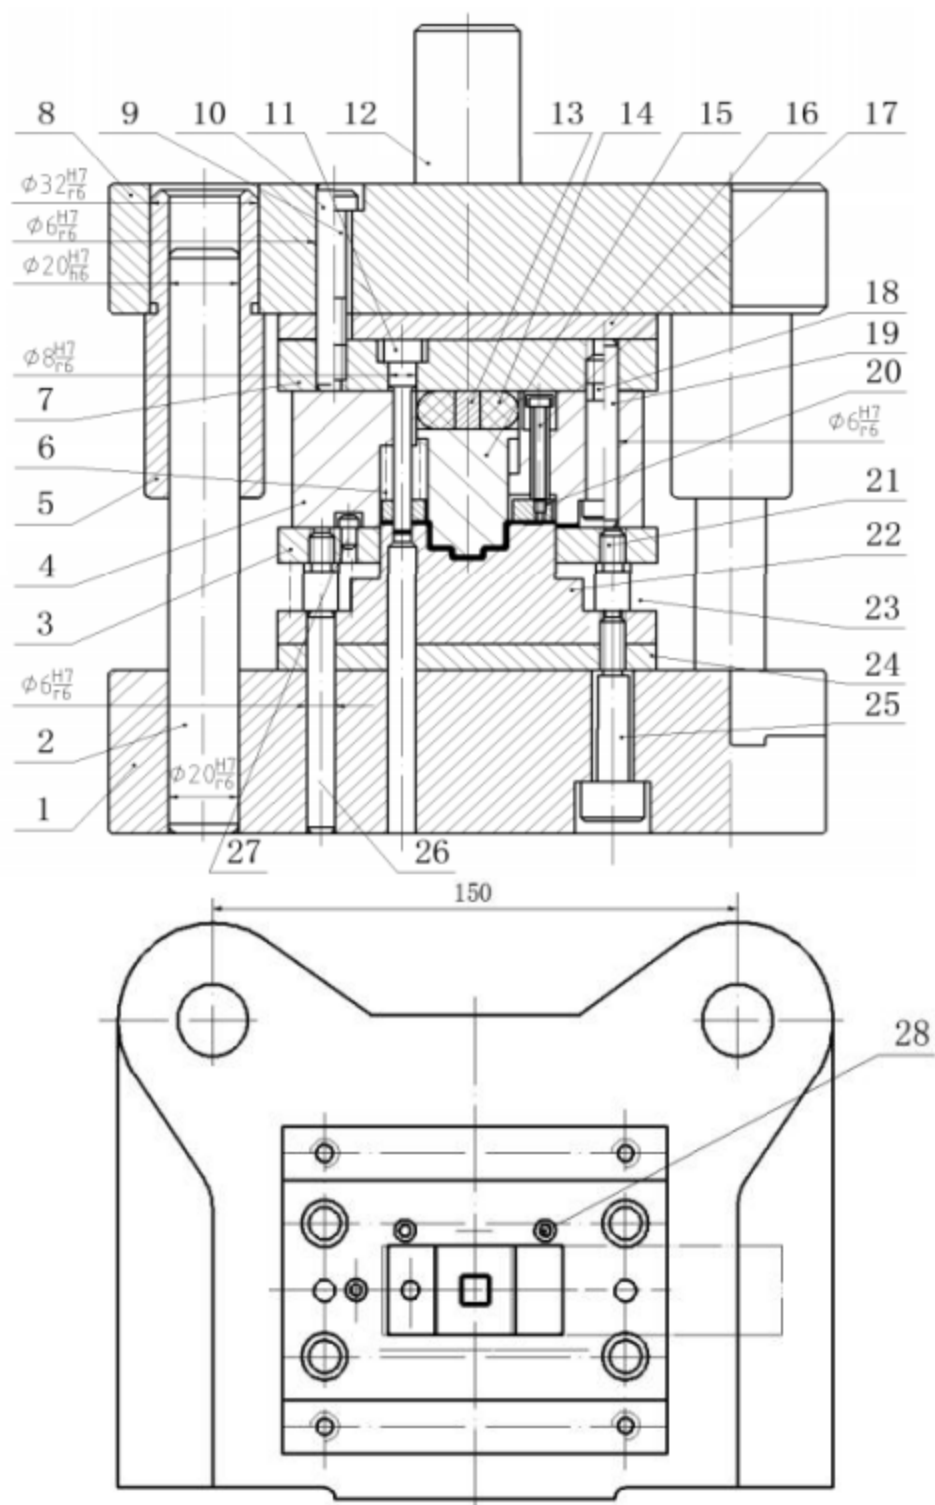

图 3 冲裁模具装配示意图
1) 完成冲裁模具零件的修整、冲裁模具的组装与调试，模具装配图如示意图 3, 明细表见表 3。